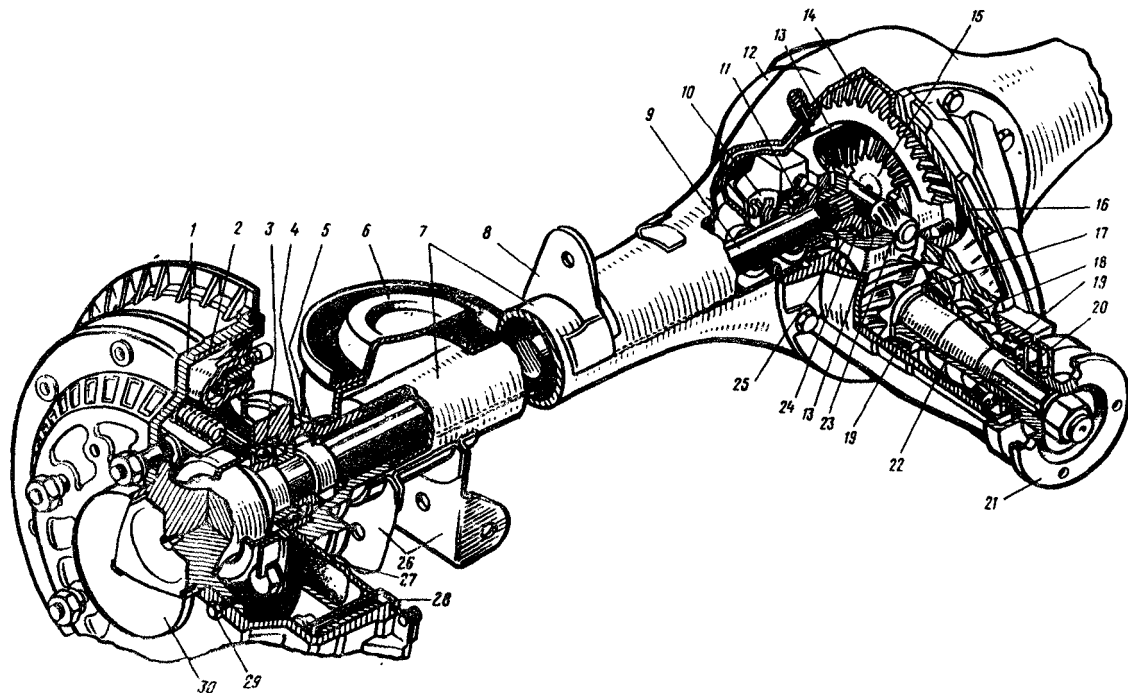
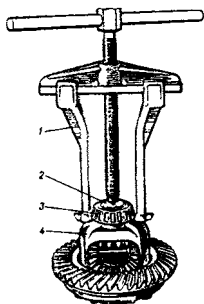
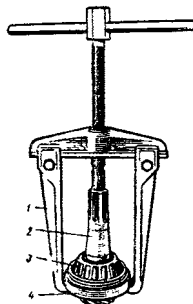

Рис. 16. Задний мост автомобиля ВАЗ:
Рис. 20. Снятие внутреннего кольца подшипника дифференциала
Рис. 21. Снятие внутреннего кольца заднего подшипника ведущей шестерни главной передачи
Перед разборкой заднего моста сливают в емкость масло из картера 16 (рис. 16) главной передачи и дифференциала. Затем снимают тормозной барабан 1, отвертывают гайки крепления тормозного щита 28, вынимают специальным выталкивателем полуось 9 в сборе с маслоотражателем, подшипником 3, пластиной 27 и запорным кольцом. После этого снимают тормозной щит 28 и уплотнительное кольцо. При необходимости вынимают манжету 5 из фланца балки моста. Аналогичные операции выполняют и с другой стороны моста, после чего снимают картер 16 в сборе с главной передачей и дифференциалом.
2. Износ или разрушение подшипника полуоси. Заменить вышедший из строя подшипник 3 (см. рис. 16) полуоси новым. Для этого отвертывают гайки крепления тормозного щита 28 к балке 7 моста и, придерживая тормозной щит, специальным выталкивателем 2 (рис. 17) снимают полуось 1 в сборе с маслоотражателем, подшипником, пластиной крепления и запорным кольцом подшипника. Затем ставят полуось 3 (рис. 18) в приспособление под пресс и давят на шлицевый конец полуоси постепенно возрастающим усилием до снятия запорного кольца подшипника.
3. Износ шлиц полуосей или полуосевых шестерен. Заменить полуоси 9 (см. рис. 16) или полуосевые шестерни 15, у которых изношены шлицы.
Повышенный уровень шума при разгоне автомобиля. 1. Износ или неправильная регулировка подшипников дифференциала. Определить неисправность и устранить ее. Подшипники 11 (см. рис. 16) дифференциала регулируют гайками 10.
Повышенный уровень шума при движении на повороте. 1. Тугое вращение сателлитов на оси дифференциала. Разобрать дифференциал, заменить поврежденные или изношенные сателлиты или ось сателлитов новыми. Для этого с помощью универсального съемника 1 (рис. 20) и упора 2 сначала снимают внутренние кольца подшипников 3 дифференциала 4. Затем отвертывают болты крепления ведомой шестерни 14 (см. рис. 16) главной передачи, выбивают ось 23 сателлитов и вынима-
Повышенный уровень шума при разгоне и торможении автомобиля двигателем. 1. Износ или разрушение подшипников ведущей шестерни главной передачи. Заменить подшипники 19 (см.рис. 16) ведущей шестерни 22 главной передачи. При замене внутреннее кольцо заднего подшипника 3 (рис.21) ведущей шестерни 2 снимают вместе с ее регулировочным кольцом с помощью универсального съемника 1 и оправки 4.
2. Неправильный боковой зазор между зубьями шестерен главной передачи. Проверить шестерни 14 и 22 (см. рис. 16) главной передачи, если требуется, заменить их. Восстановить нормальный боковой зазор
Стук в начале движения автомобиля. 1. Увеличенный зазор в шлицевом соединении вала ведущей шестерни главной передачи с фланцем. Заменить фланец 21 (см. рис. 16) и шестерни 14 и 22 главной передачи новыми.
Утечка масла из заднего моста. 1. Износ или повреждение манжеты ведущей шестерни главной передачи. Заменить вышедшую из строя манжету 20 (см. рис. 16) ведущей шестерни 22 главной передачи.